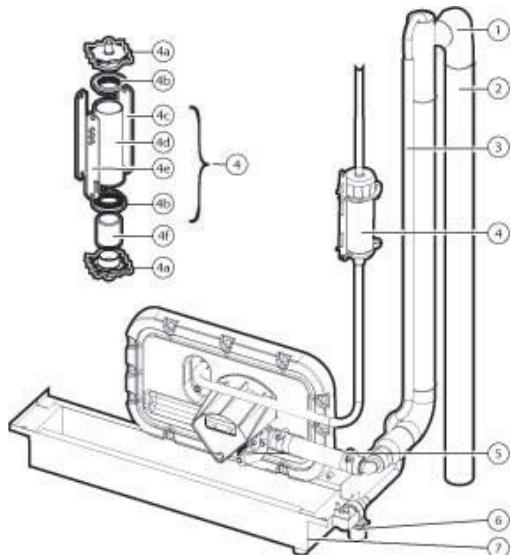

Fig. 17.e
- **Electrovanne d'alimentation (Fig. 17.d, pièce n° 3 - Fig. 17.e, pièce n° 6)**
- **Collecteur d'alimentation et de drainage (Fig. 17.d, pièce n° 6)**
- **Electrovanne de drainage/pompe de vidange (Fig. 17.d, pièce n° 5 – Fig. 17.e, pièce n°5)**
- **Cuve d'alimentation (Fig. 17.d, pièce n° 1)**